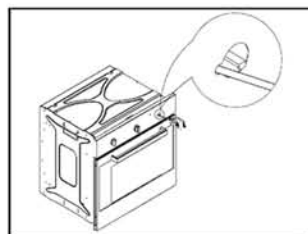

Рис.5
-при наличии металлической передней панели, регулировка должна выполняться через отверстие, которое находится с левой стороны ручек (Рис. 5)